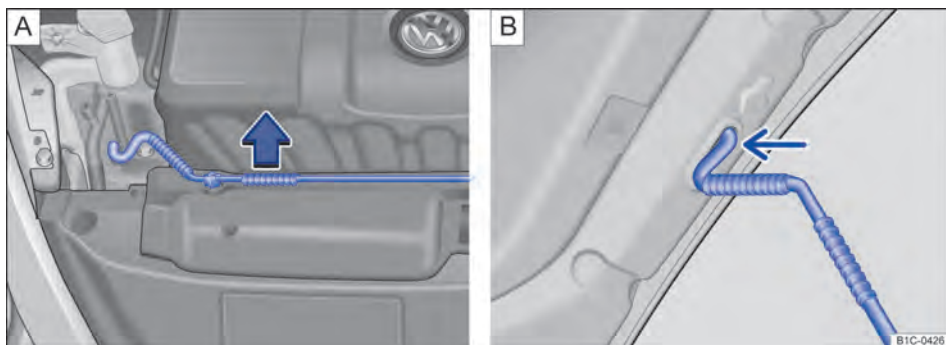

Fig. 133 A: suporte da haste de sustentação da tampa no compartimento do motor. B: tampa do compartimento do motor levantada.
- Retirar o apoio dobrável do suporte no sentido da seta ⇒ **Fig. 133 A** e encaixá-lo na abertura na tampa do compartimento do motor ⇒ **Fig. 133 B** (seta).
- Desenganchar o apoio dobrável e travá-lo no suporte no fecho ⇒ **Fig. 133 A**.